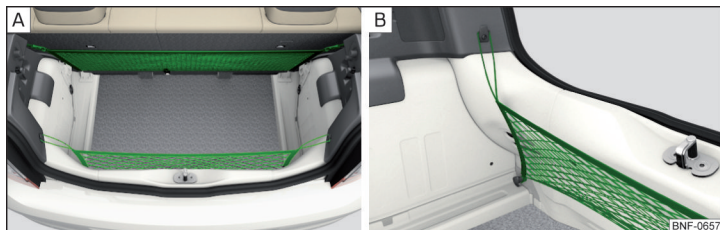
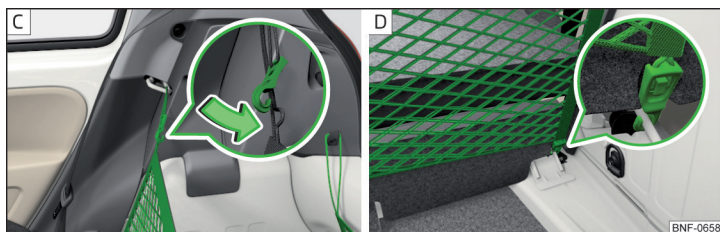

Fig. 81 Eksempel på fastgørelse af net / Fastgørelse i det bageste område af bagagerummet
Fig. 82 Fastgørelse bag ved bagsædet
**Eksempler på fastgørelse af net » Fig. 81 og » Fig. 82**